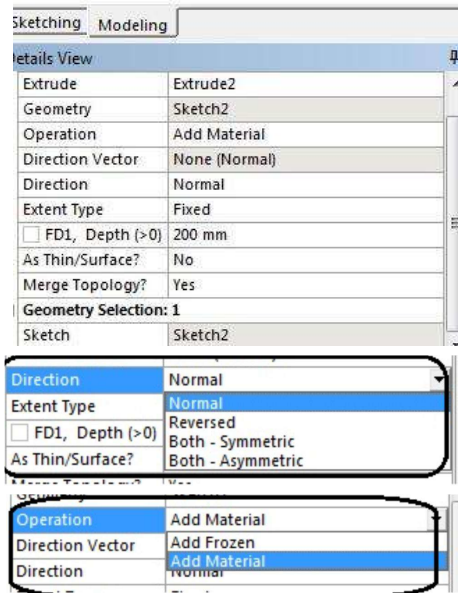

Рис. 2.9. Операція **Extrude**
3.3.10. На панелі меню вибираємо кнопку **Extrude** (рис. 2.9) для видовження побудованого ескізу рейки, а у вікні **DV** задаємо його точну довжину.